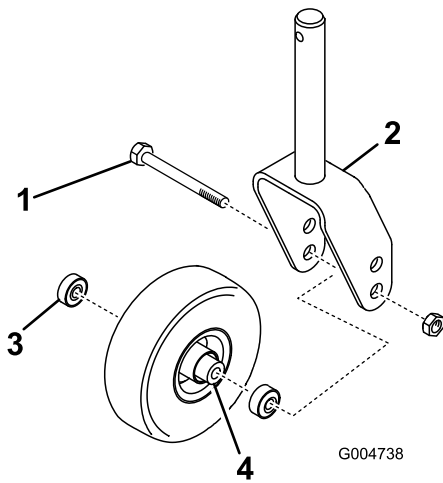
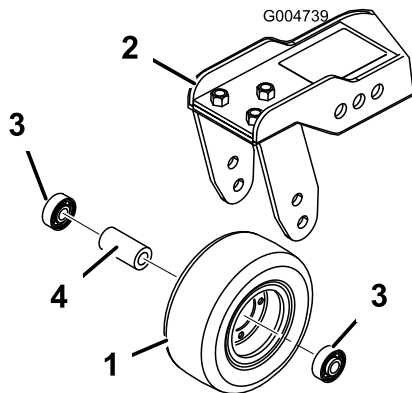

Bild 107
Bild 108
- Entfernen Sie die Sicherungsmutter von der Schraube, mit denen das Laufrad in der Mitte der Laufradgabel (Bild 107) oder am Laufradgelenkarm (Bild 108) befestigt ist. Halten Sie das Laufrad fest und schieben die Schraube aus der Gabel oder vom Gelenkarm ab.
- Entfernen Sie das Lager aus der Radnabe und lassen das Lagerdistanzstück herausfallen (Bild 107 und Bild 108). Entfernen Sie das Lager aus der gegenüberliegenden Seite der Radnabe.